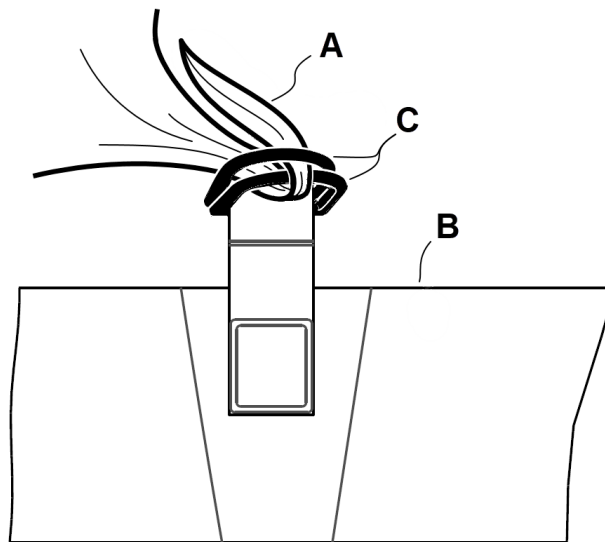

Abbildung 18 – Aufziehen des Lakens
1. D-Ringe (C) öffnen (Abbildung 18).
2. Die vier Ecken des Lakens durch die D-Ringe (C) an der unteren Abdeckung ziehen, um das Laken (A) an der Bettauflage (B) zu befestigen.